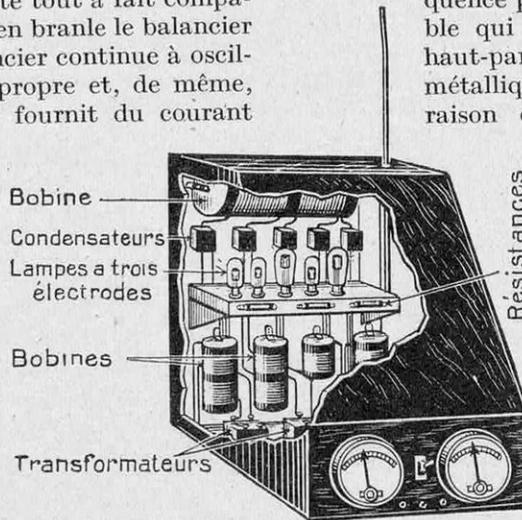

FIG. 5. — LE MYSTÉRIEUX PUPITRE
*Les deux instrumentistes sont placés chacun devant leur instrument ; celui de gauche est reproduit en détail par la figure 5. C'est lui qui actionne les trois haut-parleurs qu'on voit dans le fond. L'instrument de droite, quelque peu différent, correspond au haut-parleur à pavillon placé sur le piano à queue.*